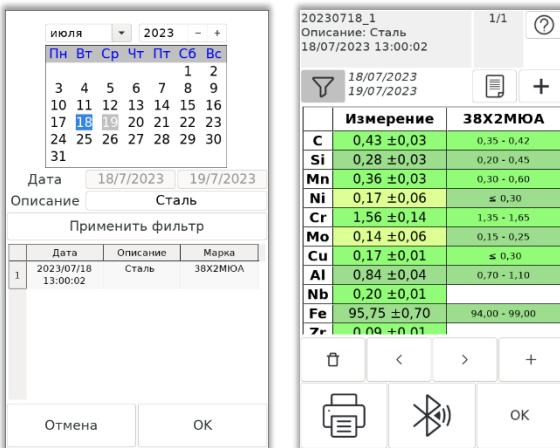

Рисунок 9 Применение фильтра в архиве измерений
5.4.6. Фильтр служит для поиска измерений за некоторый период времени (один или несколько дней), а также для поиска измерений с заданным описанием. Задайте начало и конец периода для фильтрации, введите описание, которому должно соответствовать измерение, затем нажмите кнопку «Применить фильтр». В таблицу будут выведены отфильтрованные по дате и описанию измерения. Для просмотра отфильтрованных измерений в архиве нажмите кнопку «OK» или выберите нужную строку. Для отмены применения фильтра и выхода в полный архив нажмите кнопку «Отмена». В случае применения фильтра в архиве кнопка с изображением фильтра будет подсвечиваться серым (Рисунок 9), а рядом будут отображаться выбранные даты. Для сброса фильтра и возвращения к полному архиву нажмите кнопку с фильтром еще раз.